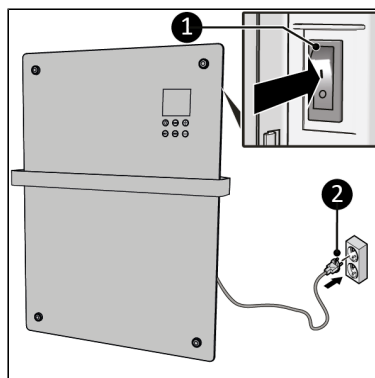

Figure 65.
2. Assurez-vous que le commutateur ON/OFF est en position OFF (Figure 65, pos. 1).
3. Insérez la fiche d'alimentation (Figure 65, pos. 2) dans une prise murale reliée à la terre et facilement accessible. Utilisez une prise murale mise à la terre d'une puissance minimale de 1200 watts.